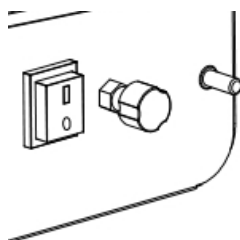

Figure 3
- Réglez la flamme et la puissance en tournant le bouton de réglage dans le sens inverse des aiguilles d'une montre pour augmenter ou dans le sens des aiguilles d'une montre pour diminuer. (Figure 3).